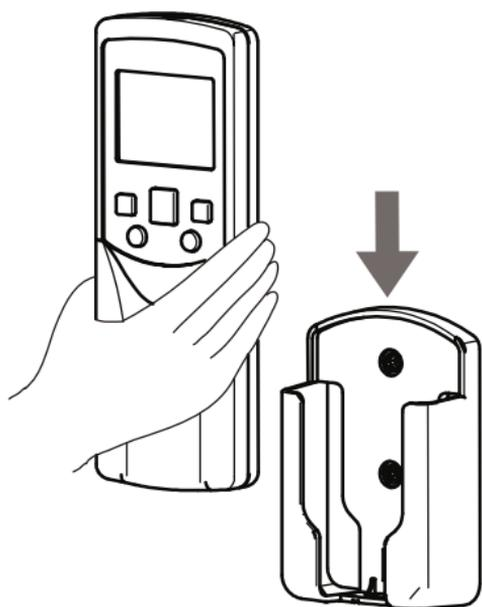

Abb. 2.4
- 2) Stecken Sie die Fernbedienung in die Ablage in Pfeilrichtung (siehe Abb. 2.4).